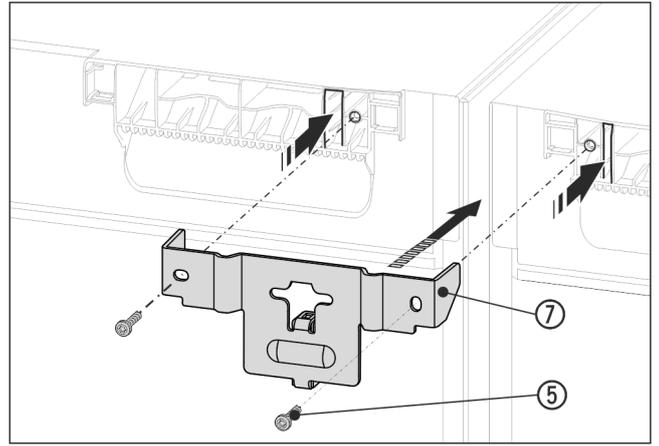

Fig. 19 例图
- ▶ 使用间隔垫片将角 Fig. 19 (7) 推入设备之间，并使用接片将其推入设备盖板中。使用两颗螺栓 Fig. 19 (5) 紧固。